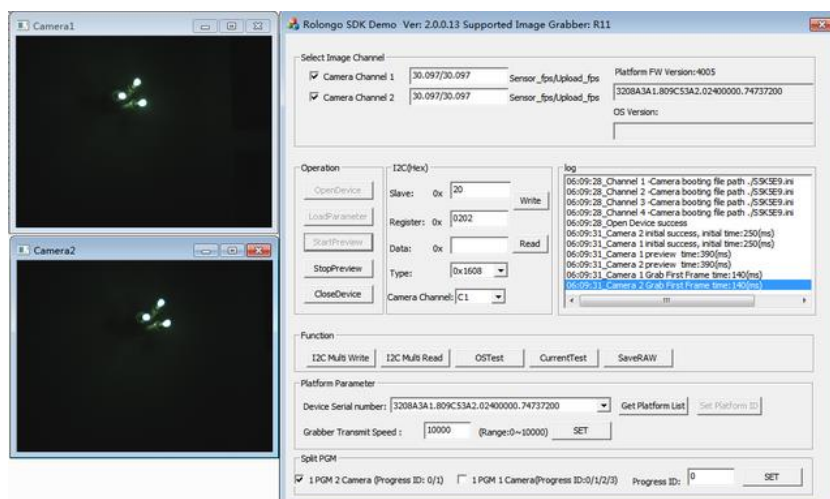

图 12
4 进程(4AP) 设置方法：勾选 1PGM 1 Camera(标识②) -> 设置进程 ID (0~3 标识③) -> SET ④ ->点击确定按钮重启程序 如图 12